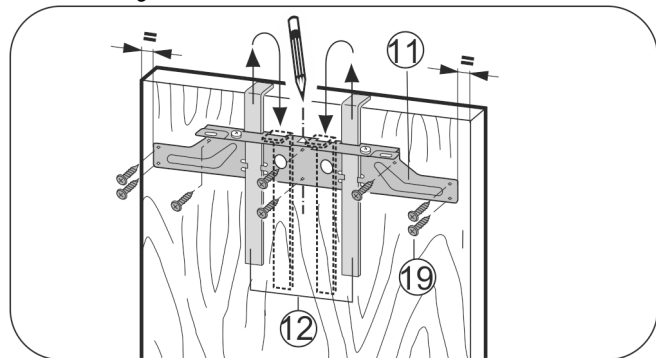

Fig. 18
- ▶ Окачете крепежната траверса Fig. 18 (11) с помощните детайли Fig. 18 (12) към вътрешната страна на вратата на шкафа..
- ▶ Нивелирайте крепежната траверса Fig. 18 (11) в средата на вратата.
- ▶ Закрепете крепежната траверса Fig. 18 (11) с най-малко 6 винта Fig. 18 (19).
- ▶ Завийте крепежната траверса Fig. 18 (11) най-малко с 4 винта Fig. 18 (19) по ръба.
- ▶ Издърпайте нагоре помощните елементи за монтажа Fig. 18 (12) и ги поставете в обратно положение в намиращите се в съседство отвори.